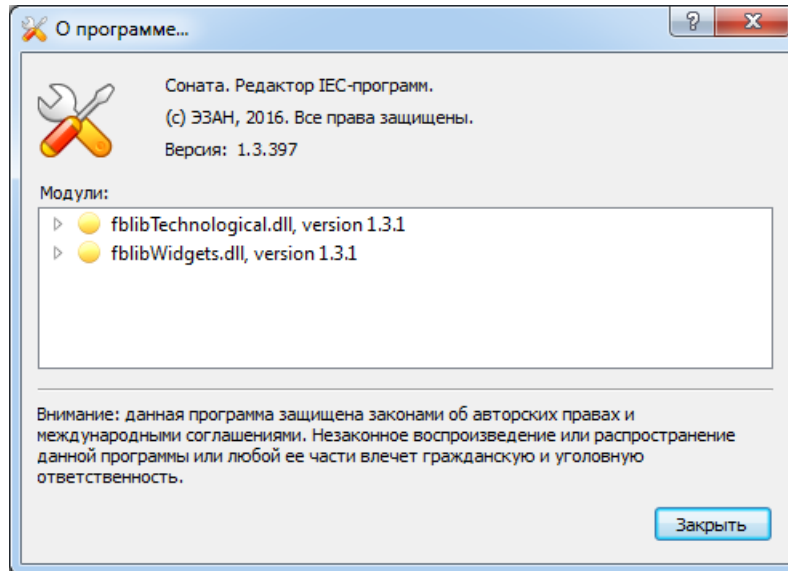

Рисунок 3.89 - Диалоговое окно с информацией о программе
- отображает диалоговое окно с информацией о программе (см. рис. 3.89).